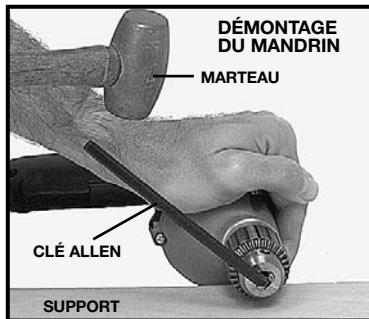

Fig. 5
4. Insérez le petit bout d'une grosse clé Allen (au moins  $\frac{1}{4}$  po.) dans le mandrin. Alignez les plats de la clé avec les mâchoires du mandrin et serrez celui-ci fermement à l'aide de la clé à mandrin. Posez le mandrin sur une surface dure, positionnez la clé Allen vers la gauche (voir fig. 5) et frappez la au marteau d'un coup sec pour débloquer le mandrin. Dévissez le mandrin en sens anti-horaire.